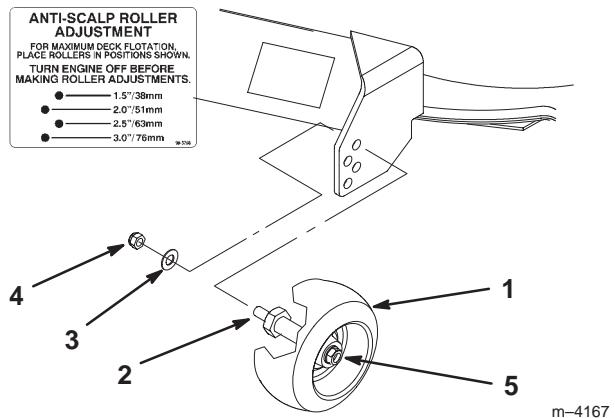

Bild 11
3. Wählen Sie eine solche Höhe, bei der das Abstandsrad der gewünschten Schnitthöhe so nahe wie möglich ist (Bild 11).
4. Montieren Sie die Bolzenmutter und Scheibe (Bild 11).
2. Entfernen Sie nach dem Einstellen der Schnitthöhe die Mutter und Scheibe, während Sie den Bolzen mit einem Schraubenschlüssel festhalten (Bild 11).
Hinweis: Entfernen Sie die Radmutter und Scheibe nicht (Bild 11).